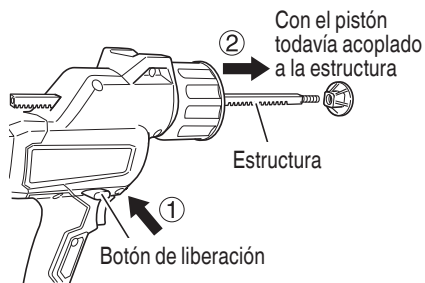

Fig. 12
- (3) Mientras presiona el botón de liberación para liberar el bloqueo, tire de la estructura para sacarla desde el lado frontal del cuerpo principal. (Fig. 12)